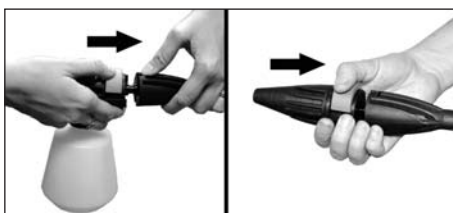

Figura 5- Conecte la lanza a la pistola
4. Conecte la manguera de alta presión a la pistola (ver la figura 5).
7. Pulse el botón fácil conectar al insertar acoplamiento rápido (ver la figura 5 & 8).